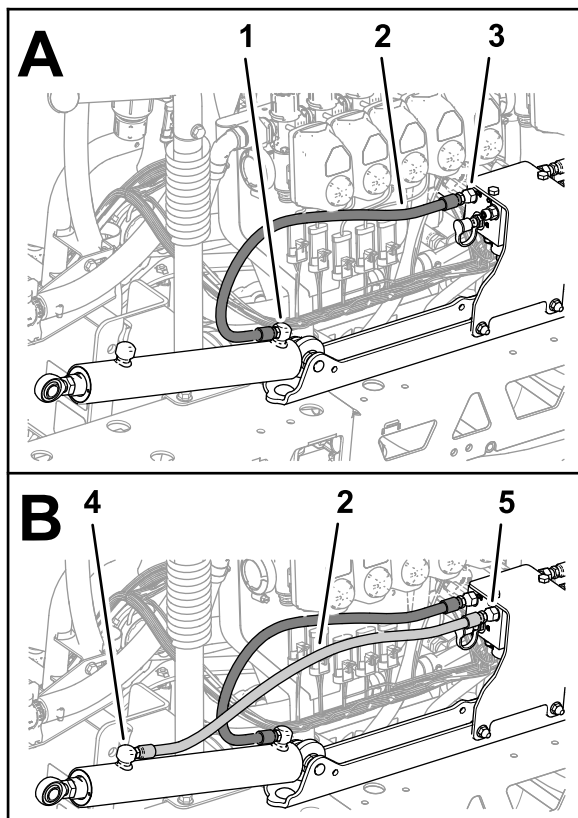
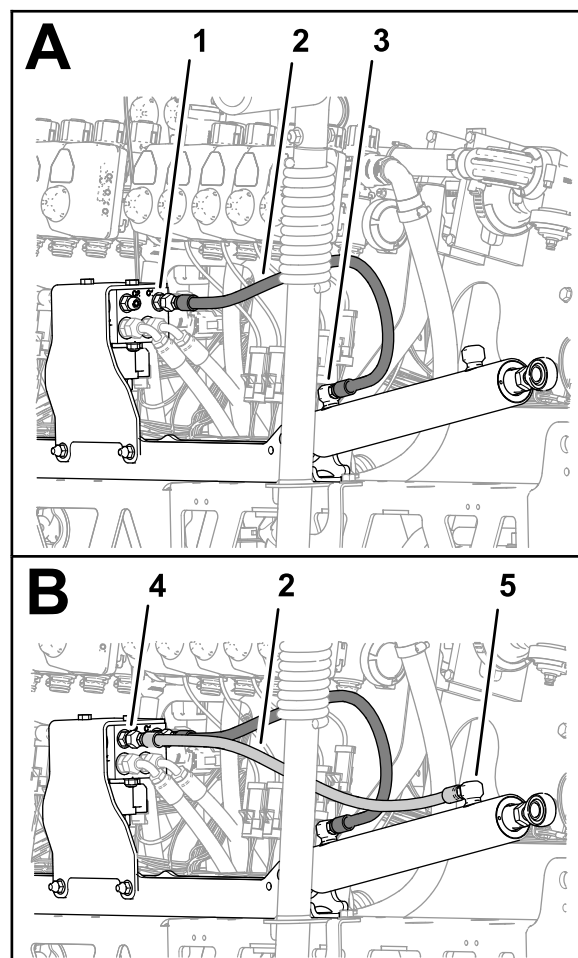

図 117
図 118
1. 左側ブーム昇降シリンダの延長動作用ポートとブーム昇降マニホールドのポート C3 との間に、新しい油圧ホース $\frac{1}{4} \times 24\frac{3}{4}$ " を仮止めする 図 117。
2. 左側ブーム昇降シリンダの収縮動作用ポートとブーム昇降マニホールドのポート C4 との間に、新しい油圧ホース $\frac{1}{4} \times 24\frac{3}{4}$ " を仮止めする 図 117。
3. 右側ブーム昇降シリンダの延長動作用ポートとブーム昇降マニホールドのポート C1 との間に、新しい油圧ホース $\frac{1}{4} \times 24\frac{3}{4}$ " を仮止めする (図 118。
4. 右側ブーム昇降シリンダの収縮動作用ポートとブーム昇降マニホールドのポート C2 との間に、新しい油圧ホース $\frac{1}{4} \times 24\frac{3}{4}$ " を仮止めする 図 118。
5. 昇降シリンダの延長動作用および収縮動作用のポートのホースフィッティング 図 117 と 図 118 を 21-26 N·m 2.1-2.6 kg·m = 15-19 ft·lb にトルク締めする。
6. 昇降マニホールドのホースのスイベルナット 図 117 と 図 118 を 24-30 N·m 2.4-3.0 kg·m = 17-22 ft·lb にトルク締めする。